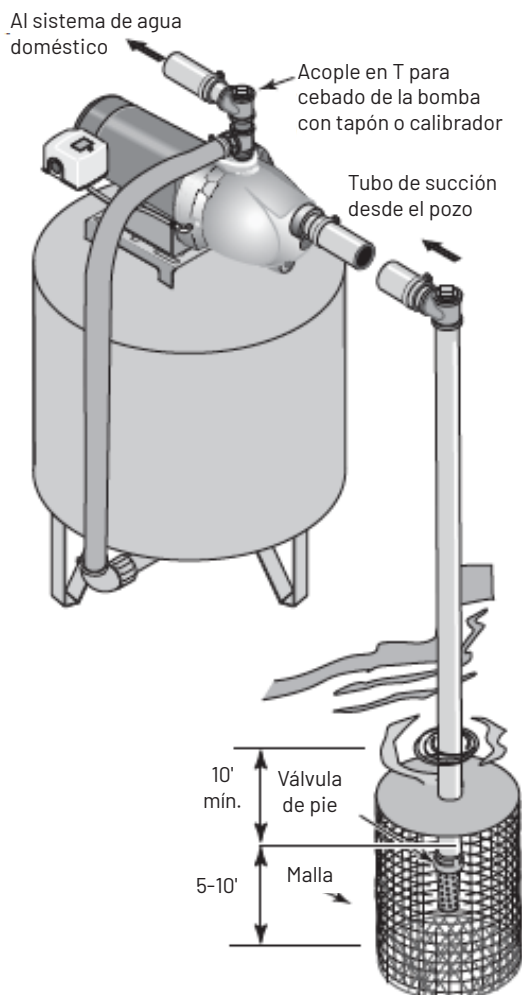

Figura 3: Instalación para agua de superficie
2. Ensamble la válvula de pie y la tubería de succión (Figura 3). Verifique que la válvula de pie funcione libremente. Use cinta de PTFE para sellar roscas de tuberías en las juntas roscadas de la tubería. Proteja el ensamblaje de la válvula de pie de los peces, la basura, etc. instalando una malla protectora alrededor.
4. Instale el acople en T de cebado, el tapón de cebado y la tubería de succión a la bomba (Figura 3). Sujete la tubería para que no haya hundimientos o combaduras en la tubería, para que no fuerce el cuerpo de la bomba y para que ascienda levemente desde el pozo hacia la bomba (los lugares altos pueden generar bolsas de aire que pueden bloquear la bomba).